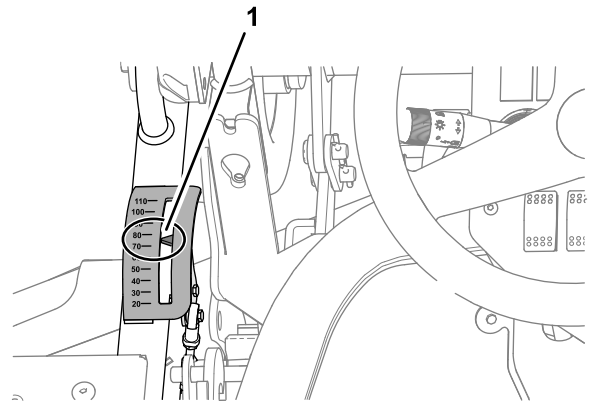
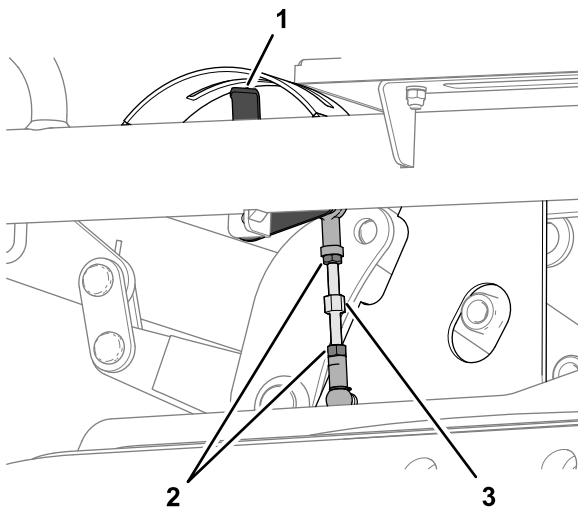

Bild 130
Bild 131
2. Setzen Sie sich auf den Sitz und schauen Sie auf den Zeiger der Schnitthöhenanzeige (**Bild 130**).
- A. Lösen Sie die zwei Klemmmuttern, mit denen der Schnitthöhenlenker befestigt ist (**Bild 131**).
- B. Drehen Sie den Lenker, bis der Zeiger der Schnitthöhenanzeige (aus der Sicht vom Bediener) mit der 75-mm-Markierung ausgefluchtet ist (Bild 130 und Bild 131).
- C. Ziehen Sie die zwei Klemmmuttern an (Bild 131).